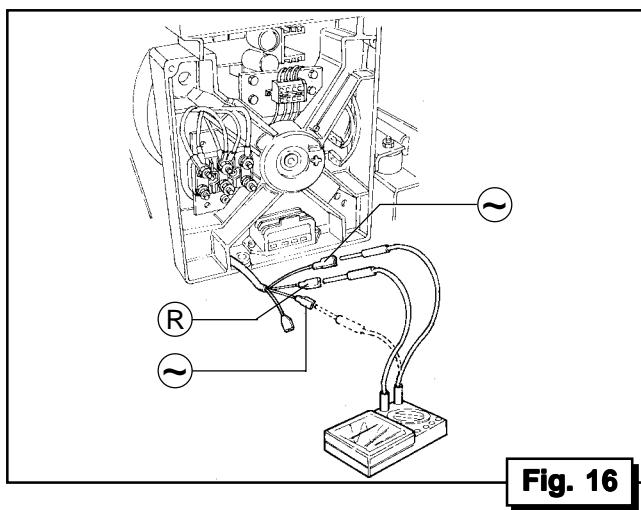

Fig. 16
- Scollegare il connettore ed il cavo ROSSO che va al fusibile (Fig. 16)
- Disconnect the connector and the wire (color: RED) going to the fuse (Fig. 16).